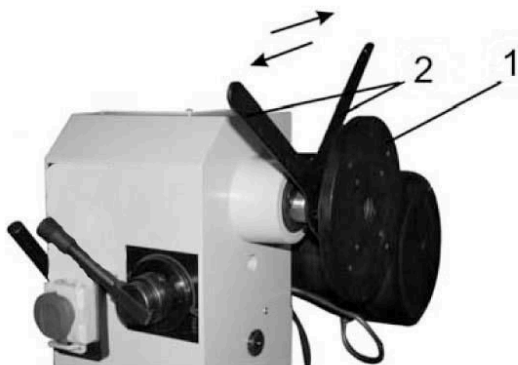

Рис. 8
Установка планшайбы (Рис. 8, 9)
- Навинтите планшайбу 1 (Рис. 8) на шпиндель и затяните с помощью двух прилагаемых гаечных ключей 2 (Рис. 8).